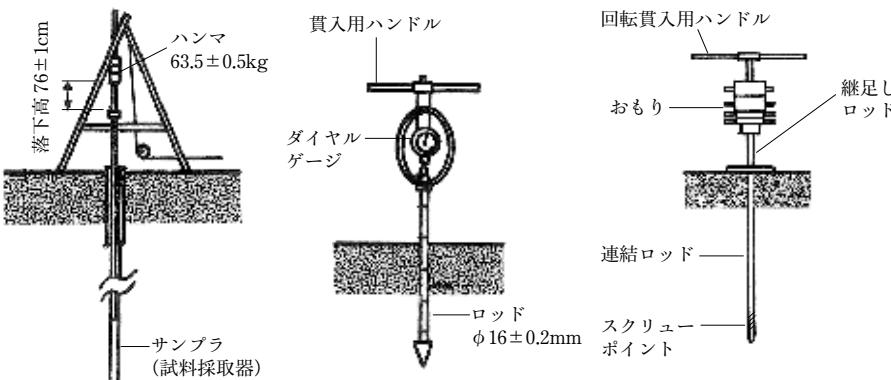

図1-3 サウンディング試験の概略
(2) 原位置試験 [H28、26、25、22、21]
- ①原位置試験は、現地で直接土の強度や剛性（硬さ）など地盤の性質を求めるものである。
- ②原位置試験として最もよく用いられるものとしてサウンディング^{グ¹}がある（表1-1、図1-3）。
- ③サウンディング以外の現地調査として、よく行われる試験を表1-2に示す。